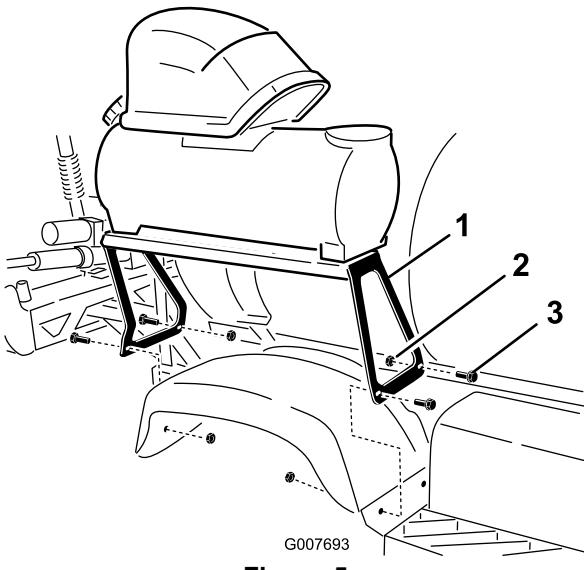

Figura 5
3. Montate la staffa sui fori del parafango posteriore destro mediante 4 bulloni a testa tonda (5/16 1-1/4 poll.) e 4 dadi di bloccaggio &Nut5_16, come illustrato in Figura 5.